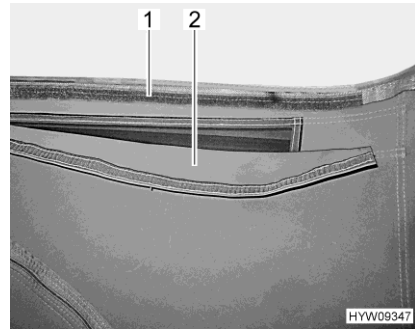

Bild 61 Lüftung (geöffnet)
- Stoffflasche (Bild 61,2) nach oben ziehen und am Klettband (Bild 61,1) andrücken.